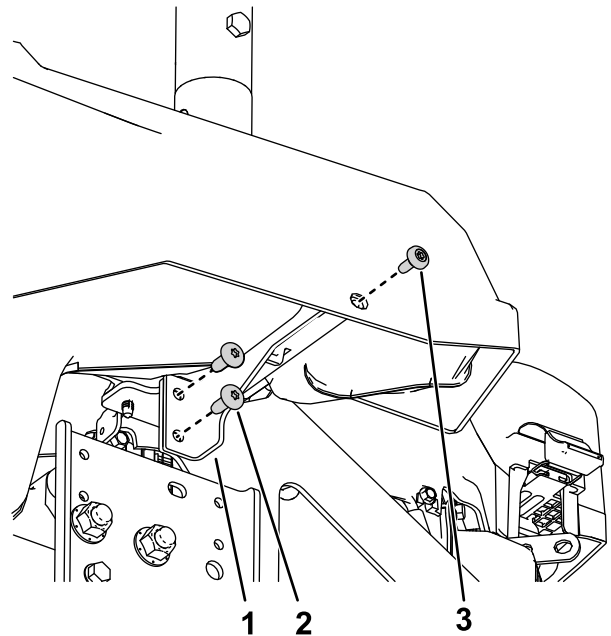

Figure 6
2. Fixez le support de carénage gauche sur le cadre de la machine à l'aide de 2 vis autotaraudeuses ($\frac{5}{16}$ " x $\frac{3}{4}$ ") et des pièces déposées sous 1 Préparation de la machine \(page 3\), comme montré à la Figure 6.